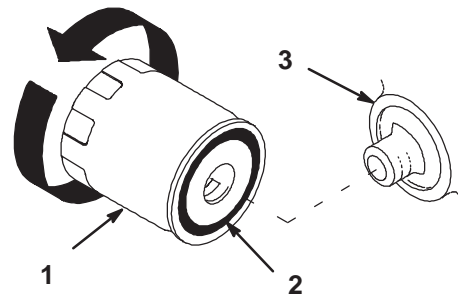

Figure 43
2. Déposez le filtre à huile usagé et essuyez la surface du joint de l'adaptateur (Fig. 43).
4. Appliquez une fine couche d'huile neuve sur le joint en caoutchouc du filtre de rechange (Fig. 43).
5. Posez le filtre à huile de rechange sur l'adaptateur. Tournez le filtre dans le sens horaire jusqu'à ce que le joint touche l'adaptateur, puis donnez 1/2 tour supplémentaire (Fig. 43).